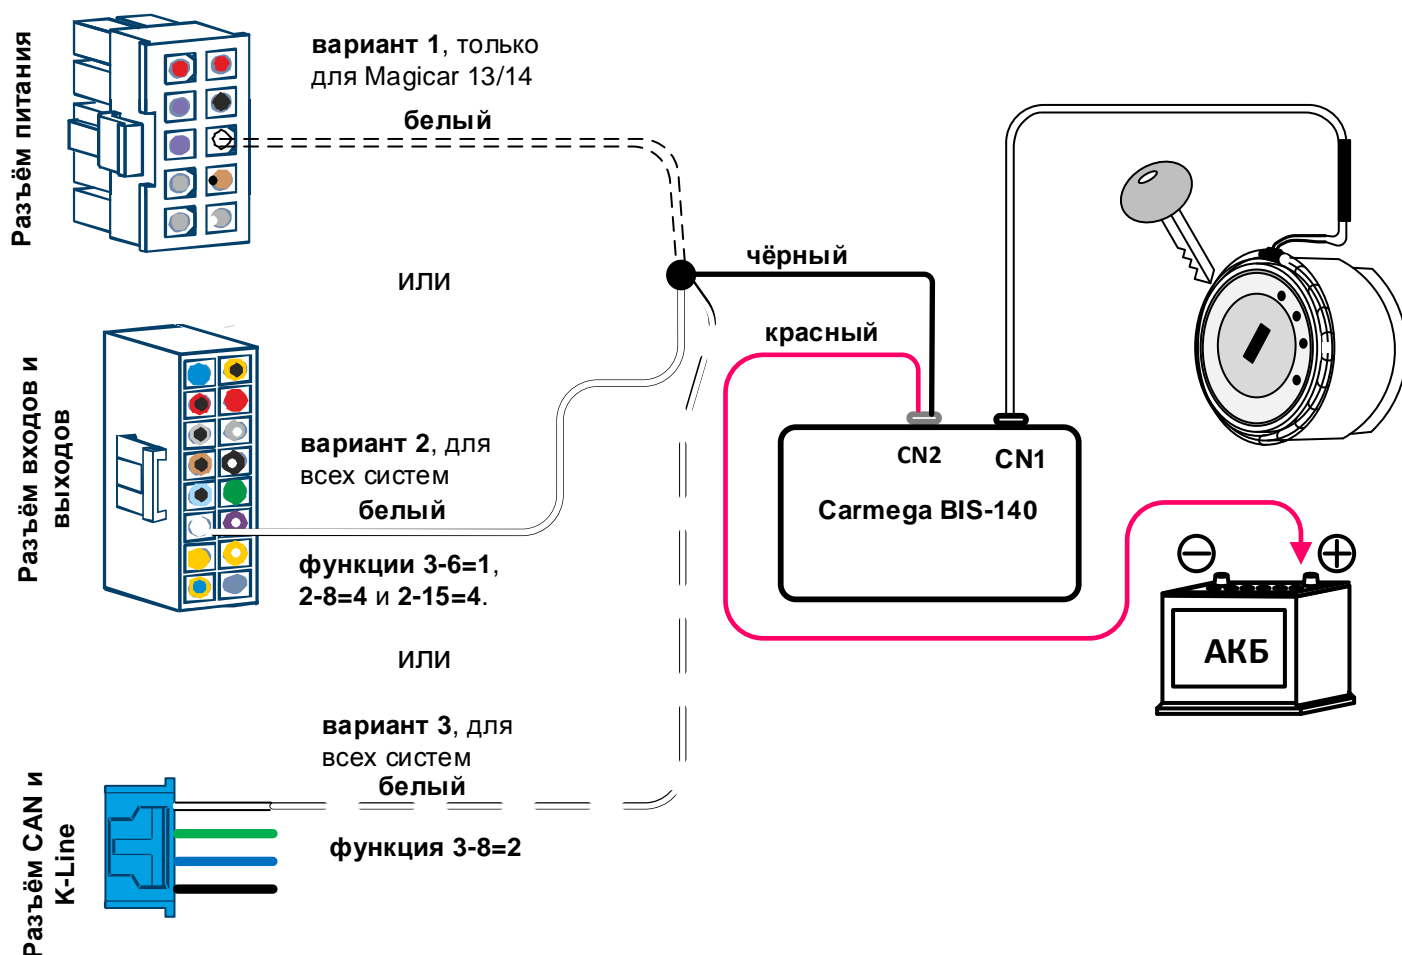

Рис. 19. Схема подключения модуля обхода иммобилайзера.
**вариант 1** - только для систем Scher-Khan Magicar 13/14: от **белого** провода, **pin 8** разъёма питания, см. рис. 19;
**вариант 2** - для всех остальных систем, не имеющих отдельного выхода «Статус автозапуска»: с помощью **доп. канала 1**, **белый** провод **разъёма входов и выходов** системы Scher-Khan, см. рис. 19. Для работы **доп. канала 1** по алгоритму управления модулем обхода иммобилайзера необходимо установить **функции 3-6=1, 2-8=4 и 2-15=4**. При этих настройках функций сигнал на выходе **доп. канала 1** появляется за 1 сек. до включения выхода "Зажигание" в автозапуске, и отключается по окончании цикла автозапуска.
- CAN программой, (при значениях **функции 3-6=2, 3** или **4**): с помощью **доп. канала 7**, **белого** провода **разъёма CAN и K-Line**, см. рис. 19. Для работы **доп. канала 7** по алгоритму управления модулем обхода иммобилайзера (аналогично работе выхода «Статус автозапуска» в системах Scher-Khan Magicar 13/14), установить **функцию 3-8=2**.